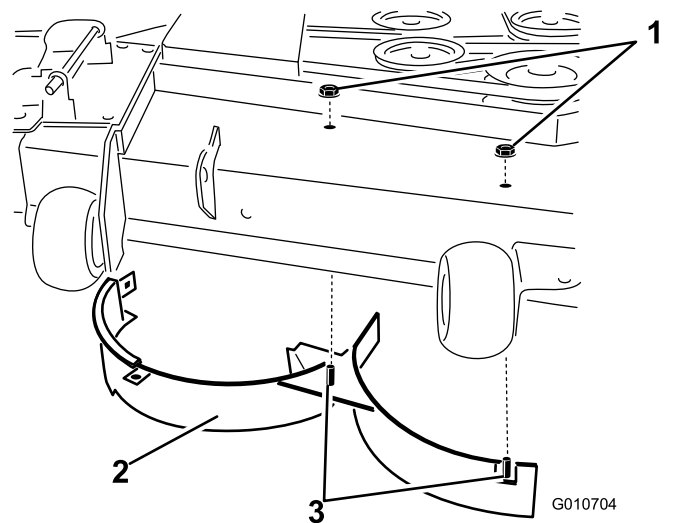

Bild 34
12. Entfernen Sie die Schlosssschraube und Sicherungsmutter, mit denen das rechte Ablenkblech oben am Mähwerk befestigt ist, und nehmen Sie das rechte Ablenkblech vom Mähwerk ab (Bild 34).
11. Entfernen Sie die zwei Sicherungsmuttern (5/16"), mit denen die geschweißten Streben des rechten Ablenkblechs oben am Mähwerk in der Mitte und rechts von der Mittelstellung befestigt sind (Bild 34).